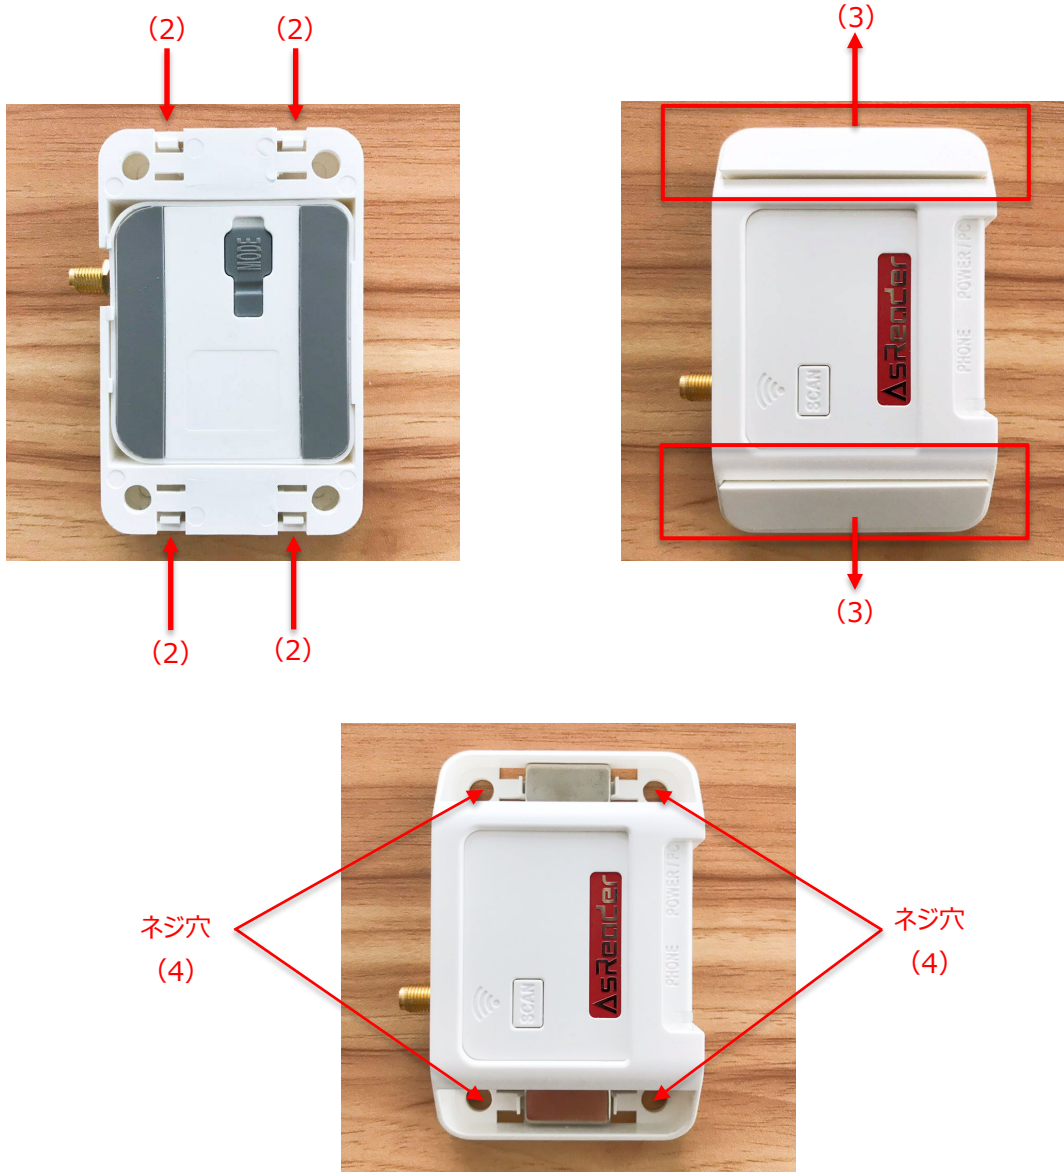

図 5-5 固定方法②
- ② 取り付け用フレームをネジで壁などに固定します。(図 5-5 を参照)